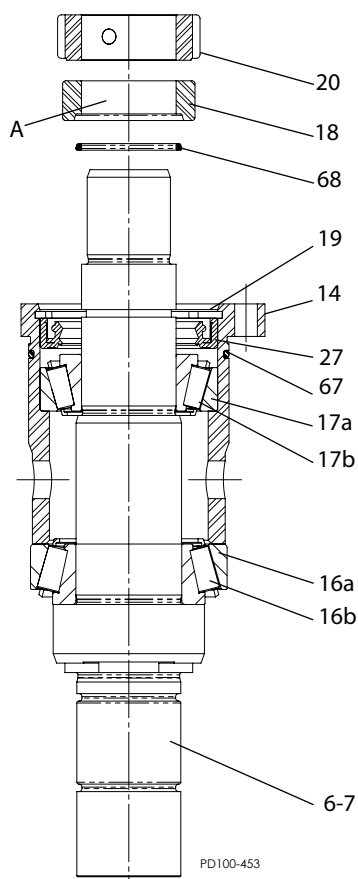

Abb. 47 - Lagerbaugruppe
3. Montieren Sie den vorderen Lageraußenring (Abb. 47, Einzelheit 16a) gefolgt vom Lagergehäuse (Pos. 14) auf den montierten Lagerinnenring (Pos 16b).
6. Montieren Sie den O-Ring (Pos. 69) und den Dichtring (Pos. 18) wie gezeigt auf der Welle Abb. 47. Richten Sie die Dichtungsmanschette mit der Nut in Richtung der Welle aus.